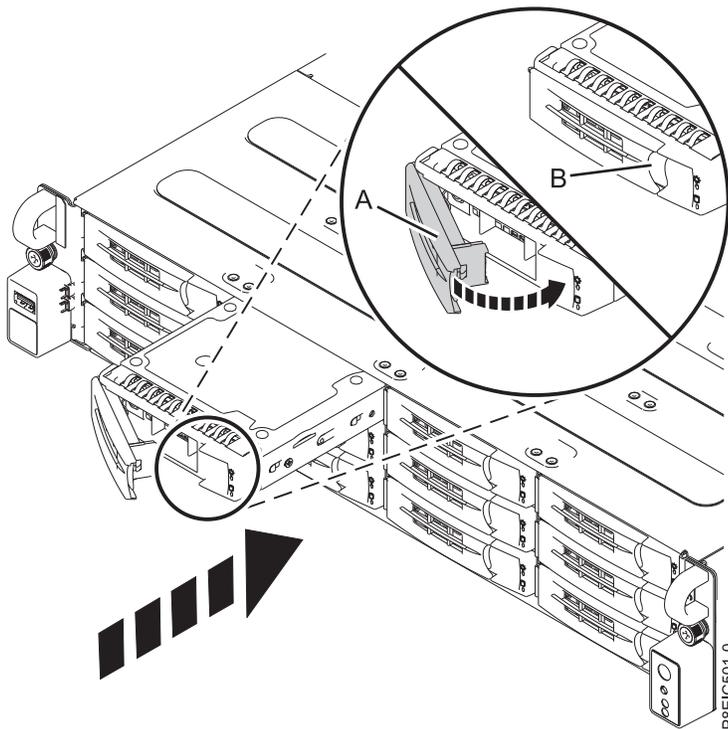

Abbildung 61. Griff für die Laufwerkhalterung einrasten lassen
3. Halten Sie die Laufwerkhalterung an der Unterseite, wenn Sie sie positionieren. Schieben Sie die Laufwerkhalterung vollständig in das System. Schieben Sie sie so weit hinein, bis der Griff für die Laufwerkhalterung (A) beginnt, sich zu schließen. Drücken Sie den Griff anschließend so weit hinein, bis er einrastet (siehe Abb. 61).